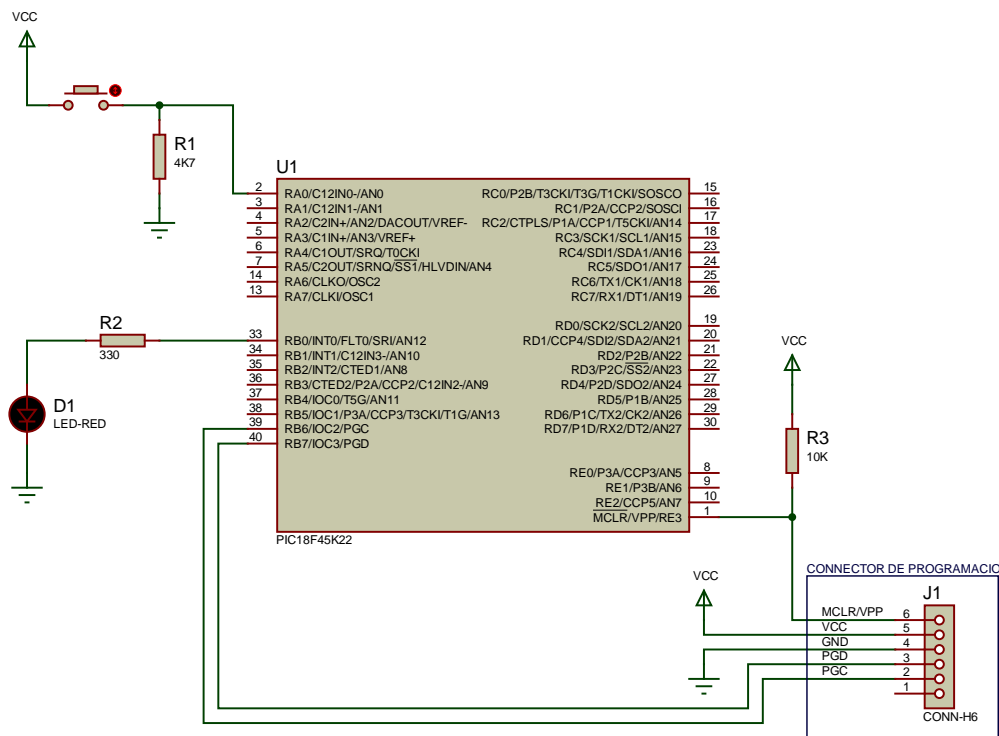

Figura 4
- Implementació física del circuit sobre *protoboard*. Cal afegir al circuit físic el cablejat necessari per a poder programar-lo 'in circuit' amb el dispositiu de programació OLIMEX. La figura 4 ens mostra l'esquema complet del circuit que heu de muntar. La tensió d'alimentació  $V_{CC}$  l'obtindrem d'una font d'alimentació. Haurem d'ajustar la font per a que ens doni una tensió de **5 Volts**.
**A part del circuit que veiem a la figura 4, hem de fer les connexions necessàries amb els pins d'alimentació del PIC.** El Proteus no ens mostra els diferents pins d'alimentació del micro, però són els següents: